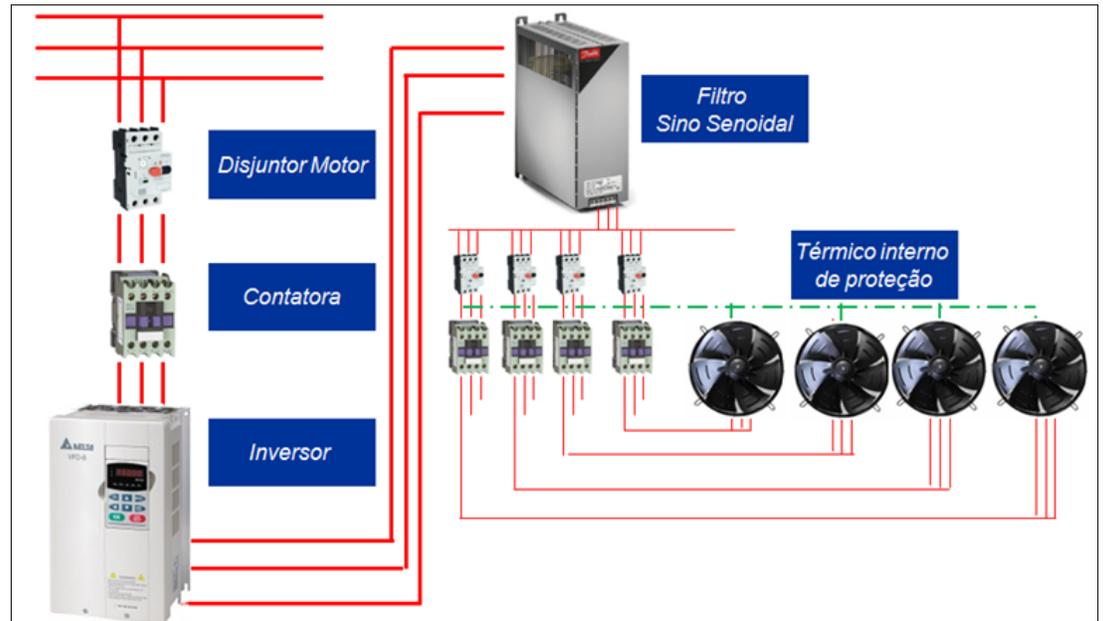
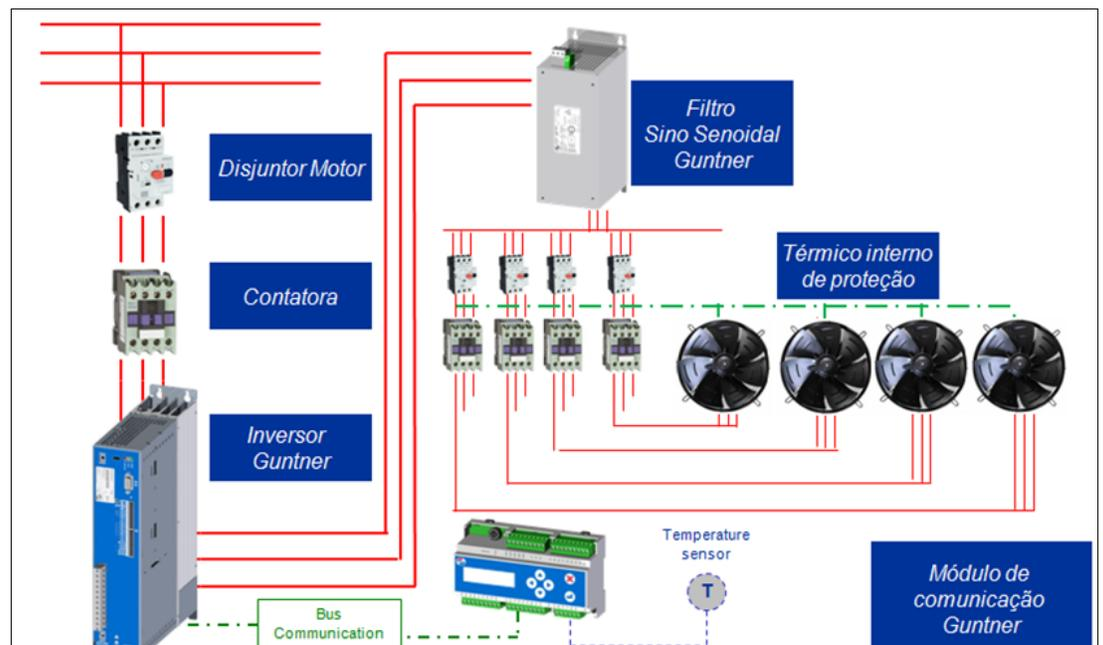

Figura 1: Montagem mínima exigida para instalação de inversores com múltiplos ventiladores.
Figura 2: Alternativa Güntner para solução com inversor de frequência e controlador GMM.
- Entre o inversor de frequência e o motor, deve ser instalado um filtro de onda senoidal em todos os pólos (Efeito de filtro de tensão de saída com formato senoidal entre fase-fase, fase-terra), observe figura 1. Alternativa Güntner, observe figura 2;